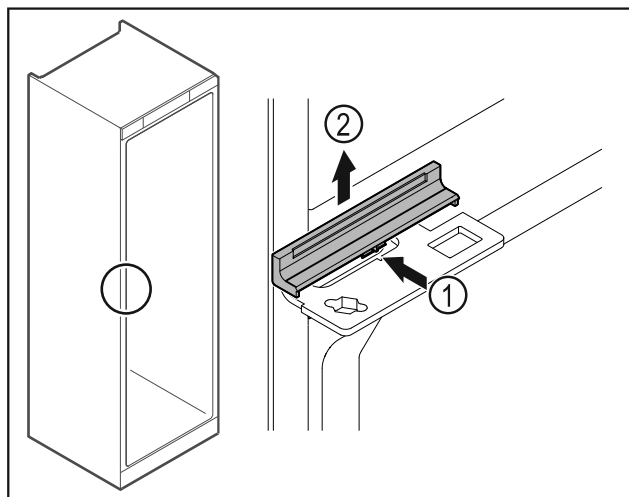

Fig. 48
- Presionar ligeramente la cubierta Fig. 48 (1) por el centro y retirarla hacia arriba Fig. 48 (2).